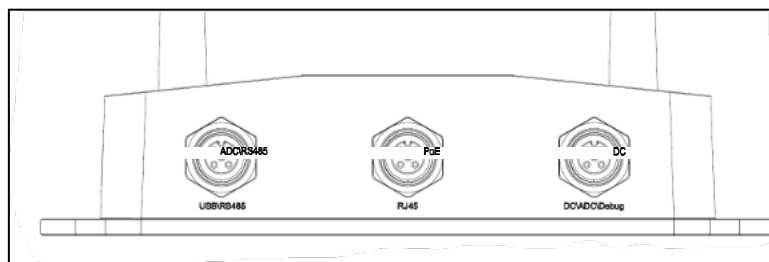

図 3:ゲートウェイ接続端子
- ① 付属の接続ケーブル (DC コネクタ) を、ゲートウェイの所定の端子 (図 3 を参照) に確実に接続してください。